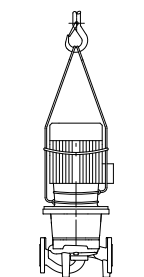

Fig. 34: Transport van de pomp
- De transportogen aan de motor zijn hierbij alleen bestemd voor de geleiding bij het optillen van de last (Fig. 34).